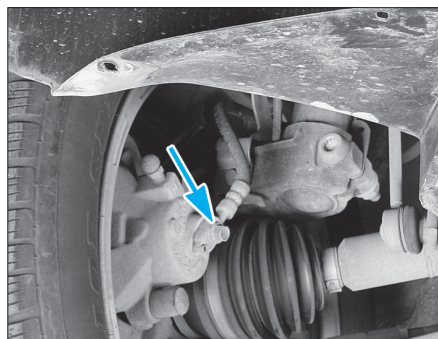

Fig. 6
- Desserrer le flexible de liquide (Fig.6).